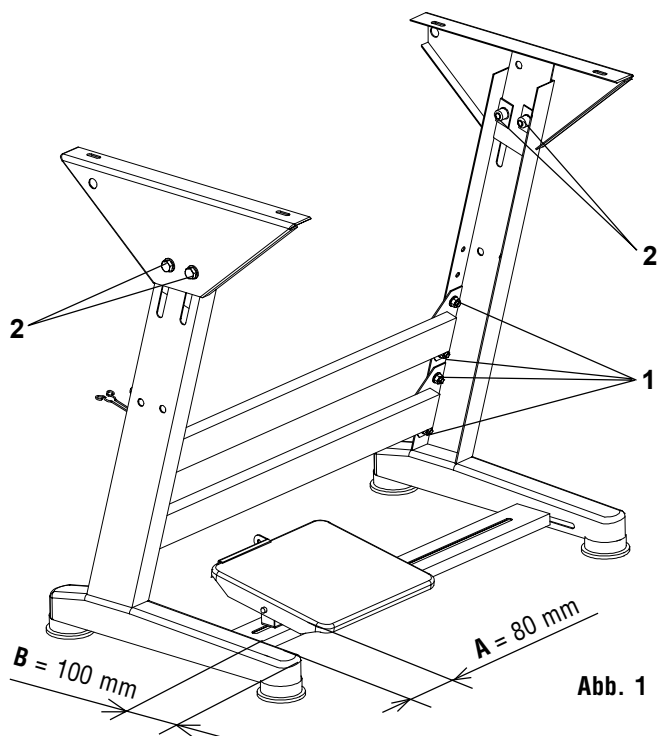

Abb. 1
## 4. Montage des Gestellgerüsts und Höheneinstellung (Abb. 1)
Das Gerüst nach der Abb. 1. montieren. Die Kote "B" ist für die mittelhohe Gestalt der Bedienungsperson bestimmt. Für eine höhere Gestalt muß man die Kote "B" vergrößern und umgekehrt. Die Maschinenfüße werden nach dem Fußboden durch die Lockerung der Schrauben (1) ausgeglichen. Mittels Schrauben (2) kann man die Höhe der Platte und des Gestelles einstellen.